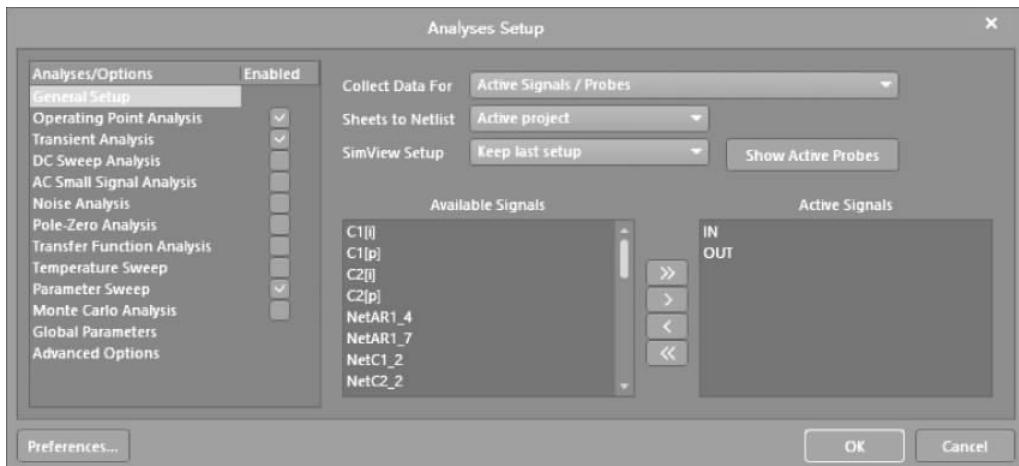

图 3-45 设置仿真参数界面 1
- (1) 在 AD 主界面主菜单下选择 Design→Edit 'Mixed Sim' Setup。
- (2) 打开如图 3-45 所示的 Analyses Setup(分析设置)界面。按下面参数设置。